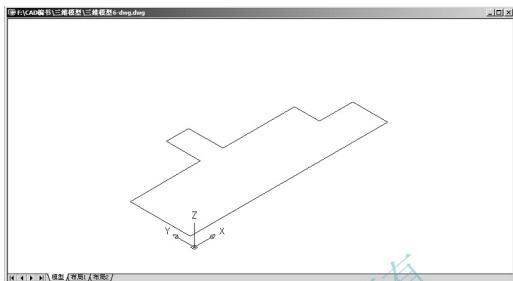
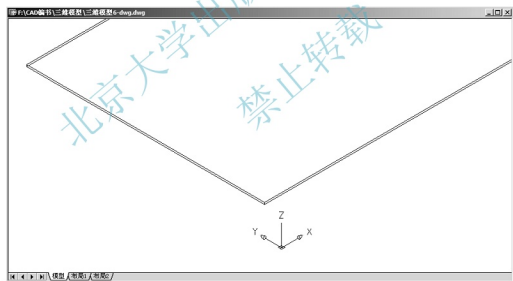

图 6.34 调整视图
图 6.35 拉伸屋面板
视图状态，结果如图 6.34 所示。
② 执行菜单栏中的【绘图】|【实体】|【拉伸】命令。
- 在**选择对象**:提示下，选择图 6.34 中由多段线变成的面域。
- 在**指定拉伸高度或 [路径 (P)]**:提示下，输入“100”，指定将面域向上拉伸 100mm。
- 在**指定拉伸的倾斜角度 <0>**:提示下，输入“0”，结果如图 6.35 所示。